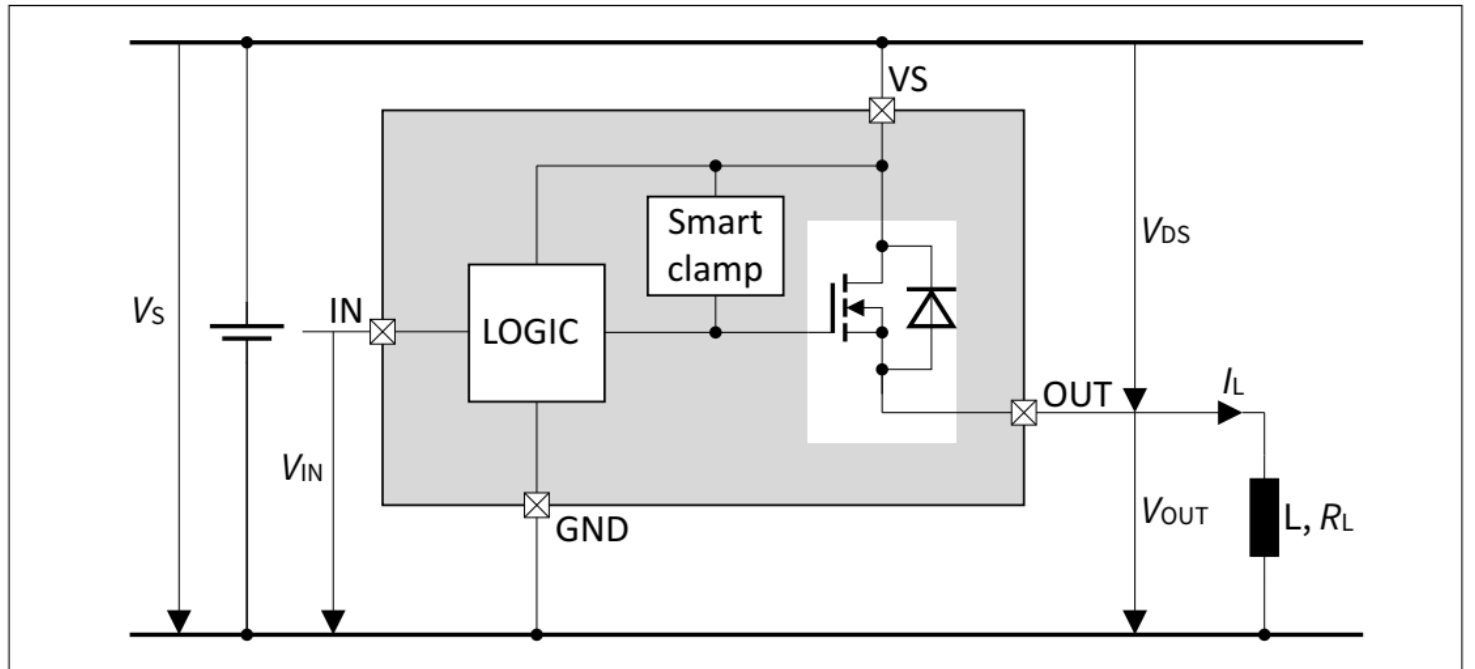
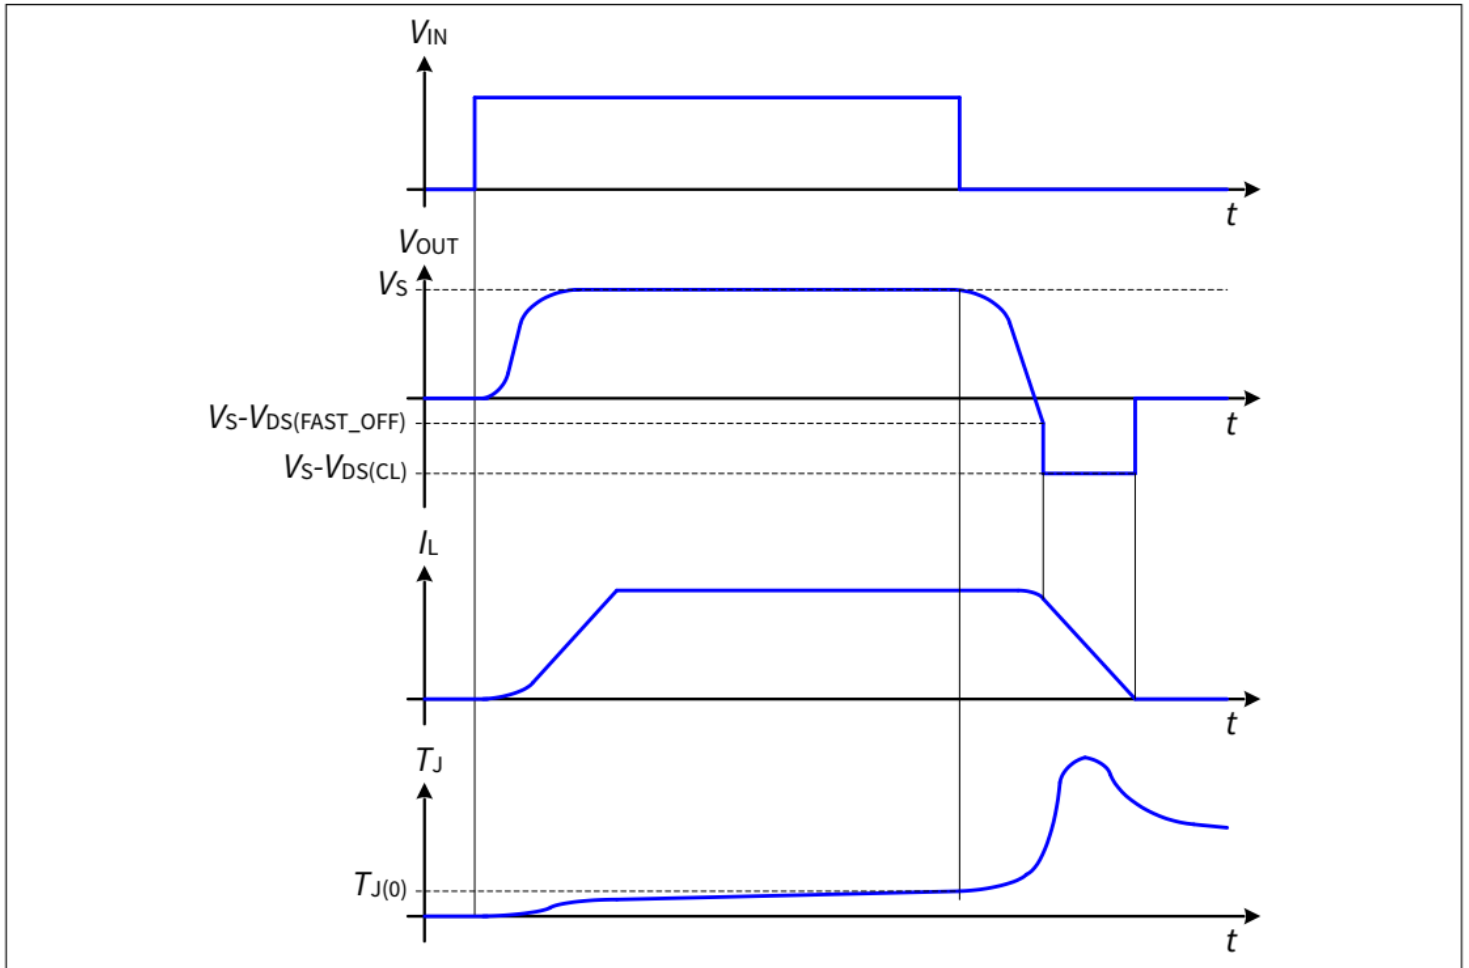

图 11 输出钳位
图 12 开关电感
为了防止器件因高电压而损坏，采用了智能钳位机制，可将负输出电压保持在一定水平 ( $V_S - V_{DS(CL)}$ )。请参考图11以及图12了解详情。尽管如此，允许的最大负载电感仍然有限。
- 通过在输入引脚上施加  $V_{IN(L)}$  可关闭器件。在关断操作期间，OUT 引脚相对于 VS 引脚的电压降至  $V_{DS(FAST\_OFF)}$  以下。见图 12。